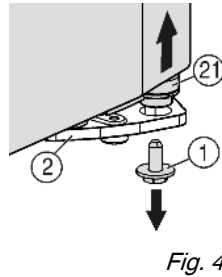
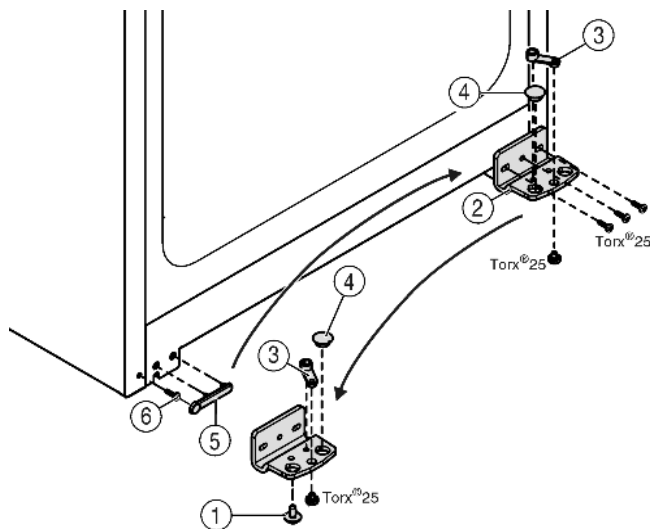

Fig. 4
Fig. 5
► V pravo dolu na konzole ložiska vyskrutkujte poistnú skrutku Fig. 4 (1).
► Čap ložiska Fig. 4 (21) sa uvoľní z konzoly ložiska Fig. 5 (2).
► V prípade, že sa čap ložiska Fig. 4 (21) neuvoľní, čap vytlačte zdola.
► Odskrutkujte ložiskovú konzolu Fig. 5 (2).
► Ložiskový diel Fig. 5 (3) odskrutkujte a premiestnite ho do protiahlého otvoru uloženia ložiskovej konzoly, opäť priskrutkujte.
► Trň Fig. 5 (4) vyberte z ložiskovej konzoly a premiestnite ho do protiahlého otvoru uloženia ložiskovej konzoly.
► Opatrne odoberte kryt Fig. 5 (5) na strane držadla.
► Vyskrutkujte skrutku Fig. 5 (6) a zaskrutkujte na opačnej strane.
► Opäť nasadte kryt Fig. 5 (5).
► Ložiskovú konzolu Fig. 5 (2) pevne naskrutkujte na novej strane závesu (s uťahovacím momentom 4 Nm), príp. pomocou akumulátorového skrutkovača.
► Poistnú skrutku Fig. 4 (1) zaskrutkujte dolu do ložiskového čapu a dotiahnite (s uťahovacím momentom 4 Nm).